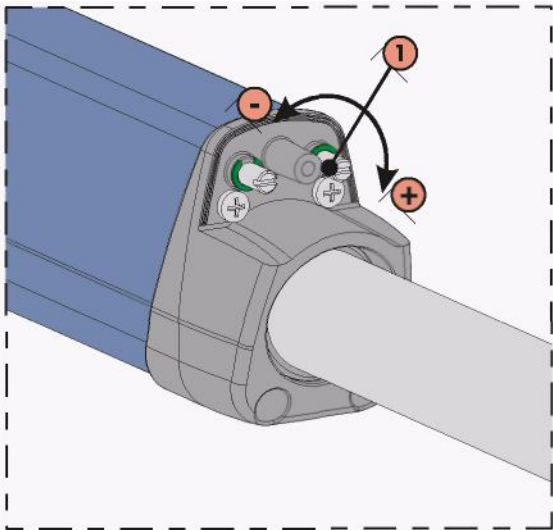

Рис. 20
- 2) Выключатель закрывания ворот (FCC) регулируют винтом (рис. 20, поз. 1). Для увеличения хода штока необходимо повернуть винт по часовой стрелке, а для уменьшения хода – против часовой стрелки.